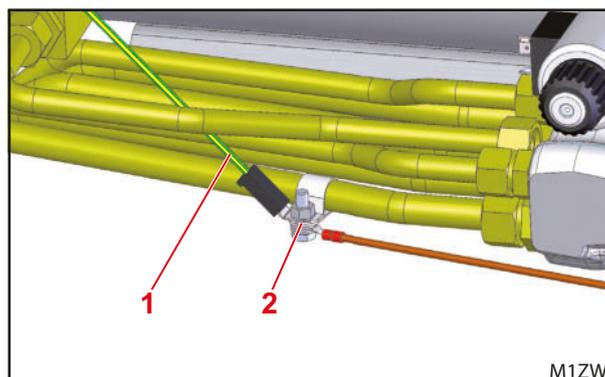

Fig. 9 Collegare il cavo di massa
- (5) Montare la fascetta stringitubo nella zona del tubo trasversale sul tubo idraulico e collegare il cavo di massa verde-giallo (vedere Fig. 9).
- (6) Allineare il cavo del caricatore frontale e fissarlo con serracavi ai tubi idraulici.